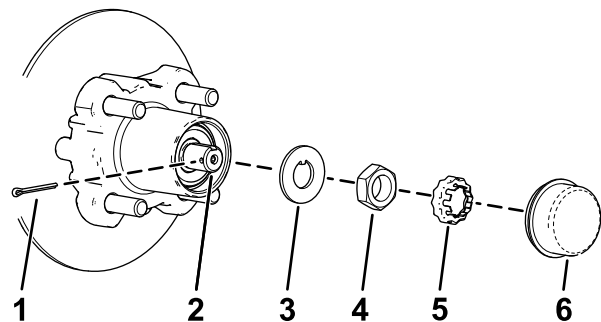
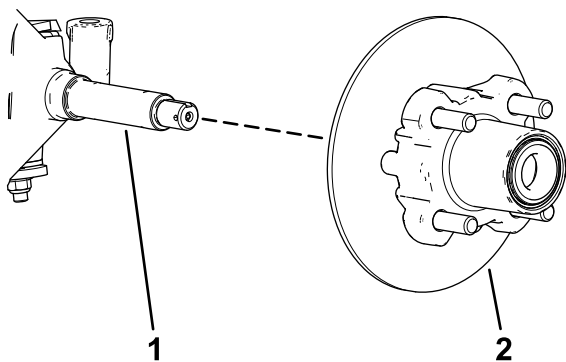

Figura 38
Figura 39
4. Retire el tapón guardapolvo del cubo (Figura 38).
5. Retire la chaveta y el retén del eje/tuerca del eje (Figura 38).
6. Retire la tuerca del eje y separe el conjunto de cubo y rotor del eje (Figura 38 y Figura 39).